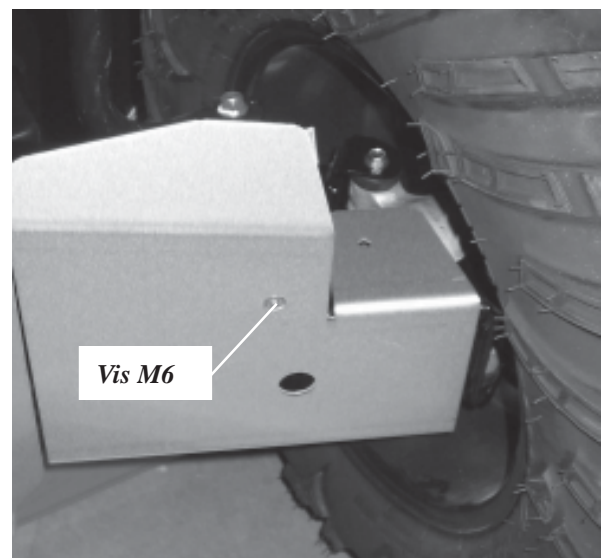

Figure 3
3. Posez un vis M6 (B5) à travers la protection et le support et fixez-le à l'aide d'une rondelle (B1), d'un écrou de blocage (B2). Ne serrez pas. (**Figure 3, 4**)